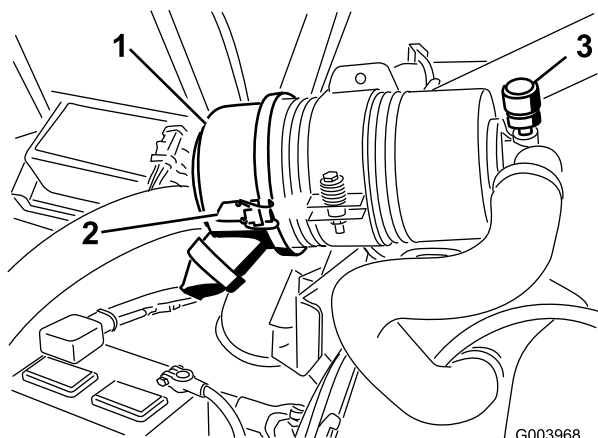

図 58
エアクリーナの整備はインジケータ（図 58）が赤色になってから行ってください。早めに整備を行っても意味がありません。むしろフィルタを外したときにエンジン内部に異物を入れてしまう危険が大きくなります。
1. エアクリーナのカバーをボディーに固定しているラッチを外す（図 58）。